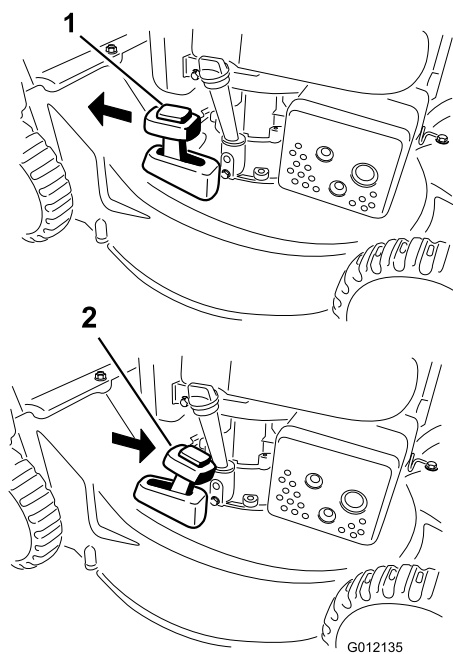

Рисунок 18
2. Установите травосборник (см. раздел Демонтаж травосборника \(страница 13\)) и переведите рычаг включения сбора в травосборник в положение режима **Сбор в травосборник** (только модель 20836), как показано на Рисунок 18.
Для утилизации скошенной травы переведите рычаг включения сбора в травосборник в режим **Утилизация** (Рисунок 18).
**Примечание:** Если травосборник находится на машине, снимите его, прежде чем осуществлять задний выброс скошенной травы; см. раздел Демонтаж травосборника \(страница 13\). Рычаг включения сбора травы в травосборник должен быть в положении режима **Сбор в травосборник** (только модель 20836), как показано на Рисунок 18.